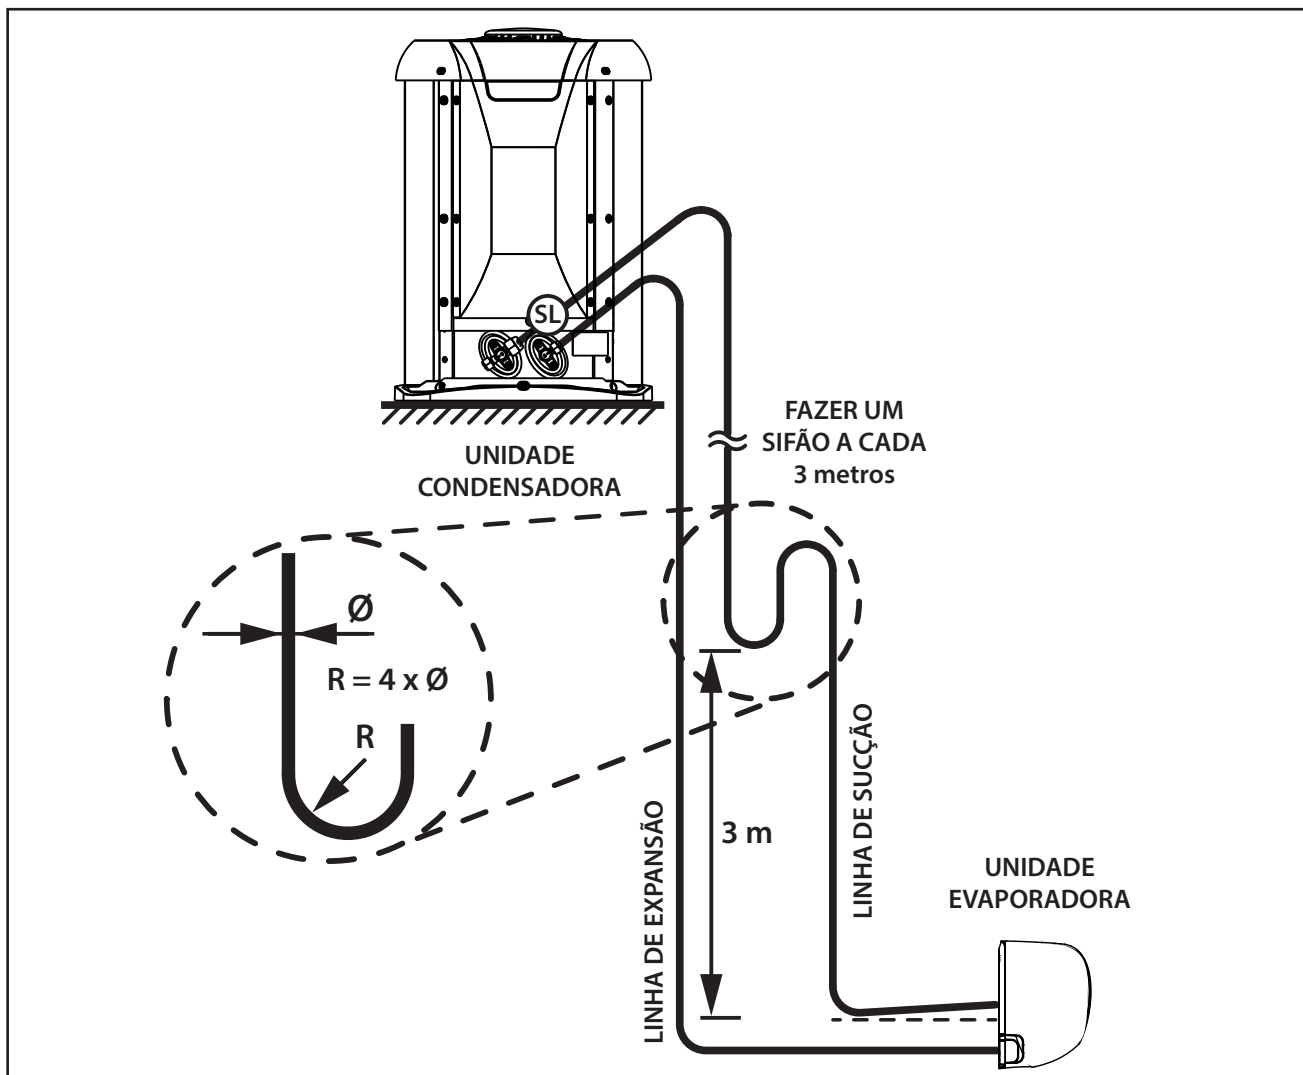

FIG. 22 - INSTALAÇÃO LINHAS DE INTERLIGAÇÃO
- Quando a unidade condensadora estiver em um nível superior da unidade evaporadora, fazer sifões nas subidas da linha de sucção a **cada 3,0 metros**; considerando desde a saída da evaporadora (Fig. 22).